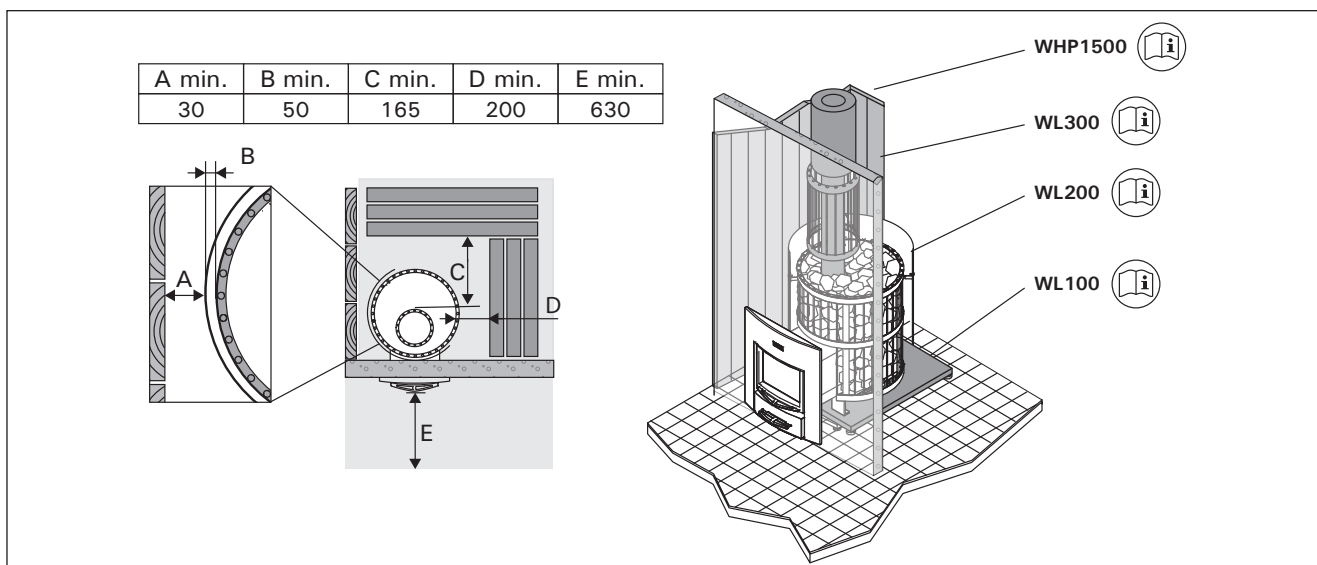

Рисунок 9. Элементы защиты Legend
- **Защитное ограждение для каменки WL200.** На каменке должно быть смонтировано защитное ограждение. Равноценно отдельной защитной крышке. Рис. 9.
- **Защитное ограждение дымовой трубы WL300.** для Legend. Устанавливается вокруг дымовой трубы и заполняется камнями. Подходит как к прямой там и для наклонной дымовой трубе. Рис. 9.